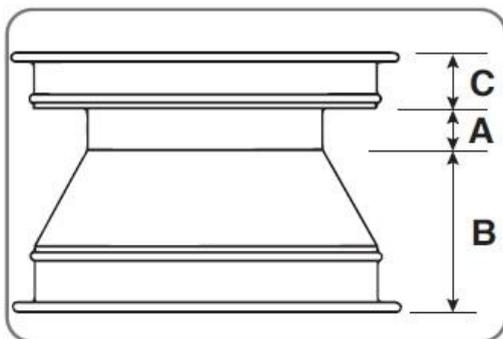

図6.1
(図6.1)を参照してください。リム上の溝 (A) の位置を確認します。